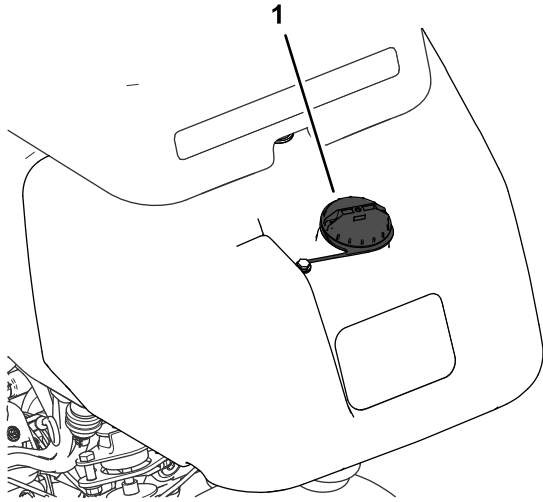

Figura 27
1. Limpie alrededor del tapón de combustible y retírelo (Figura 27).